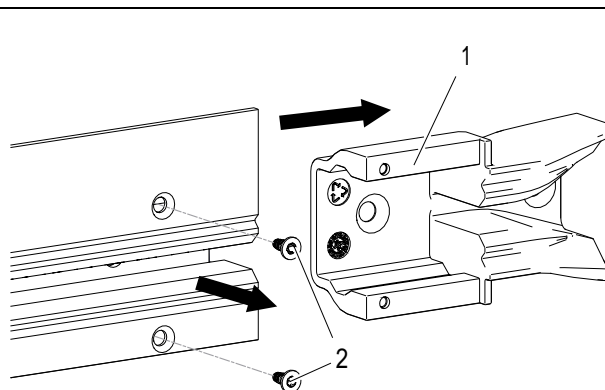

Abb. 61: Überfahrtrichter demontieren
→ Die 2 Schrauben M2,5 x 6 (2) lösen und Überfahrtrichter (1) demontieren (siehe Abb. 61).